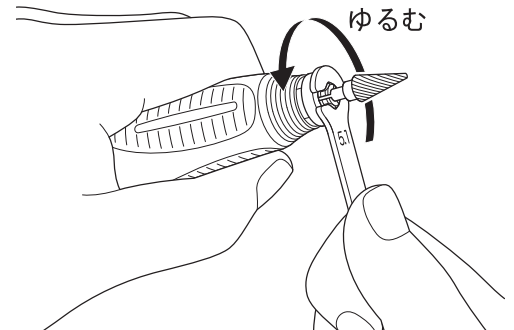

図 8
- 2) 付属のスパナでチャックを左に回します (図 8)。